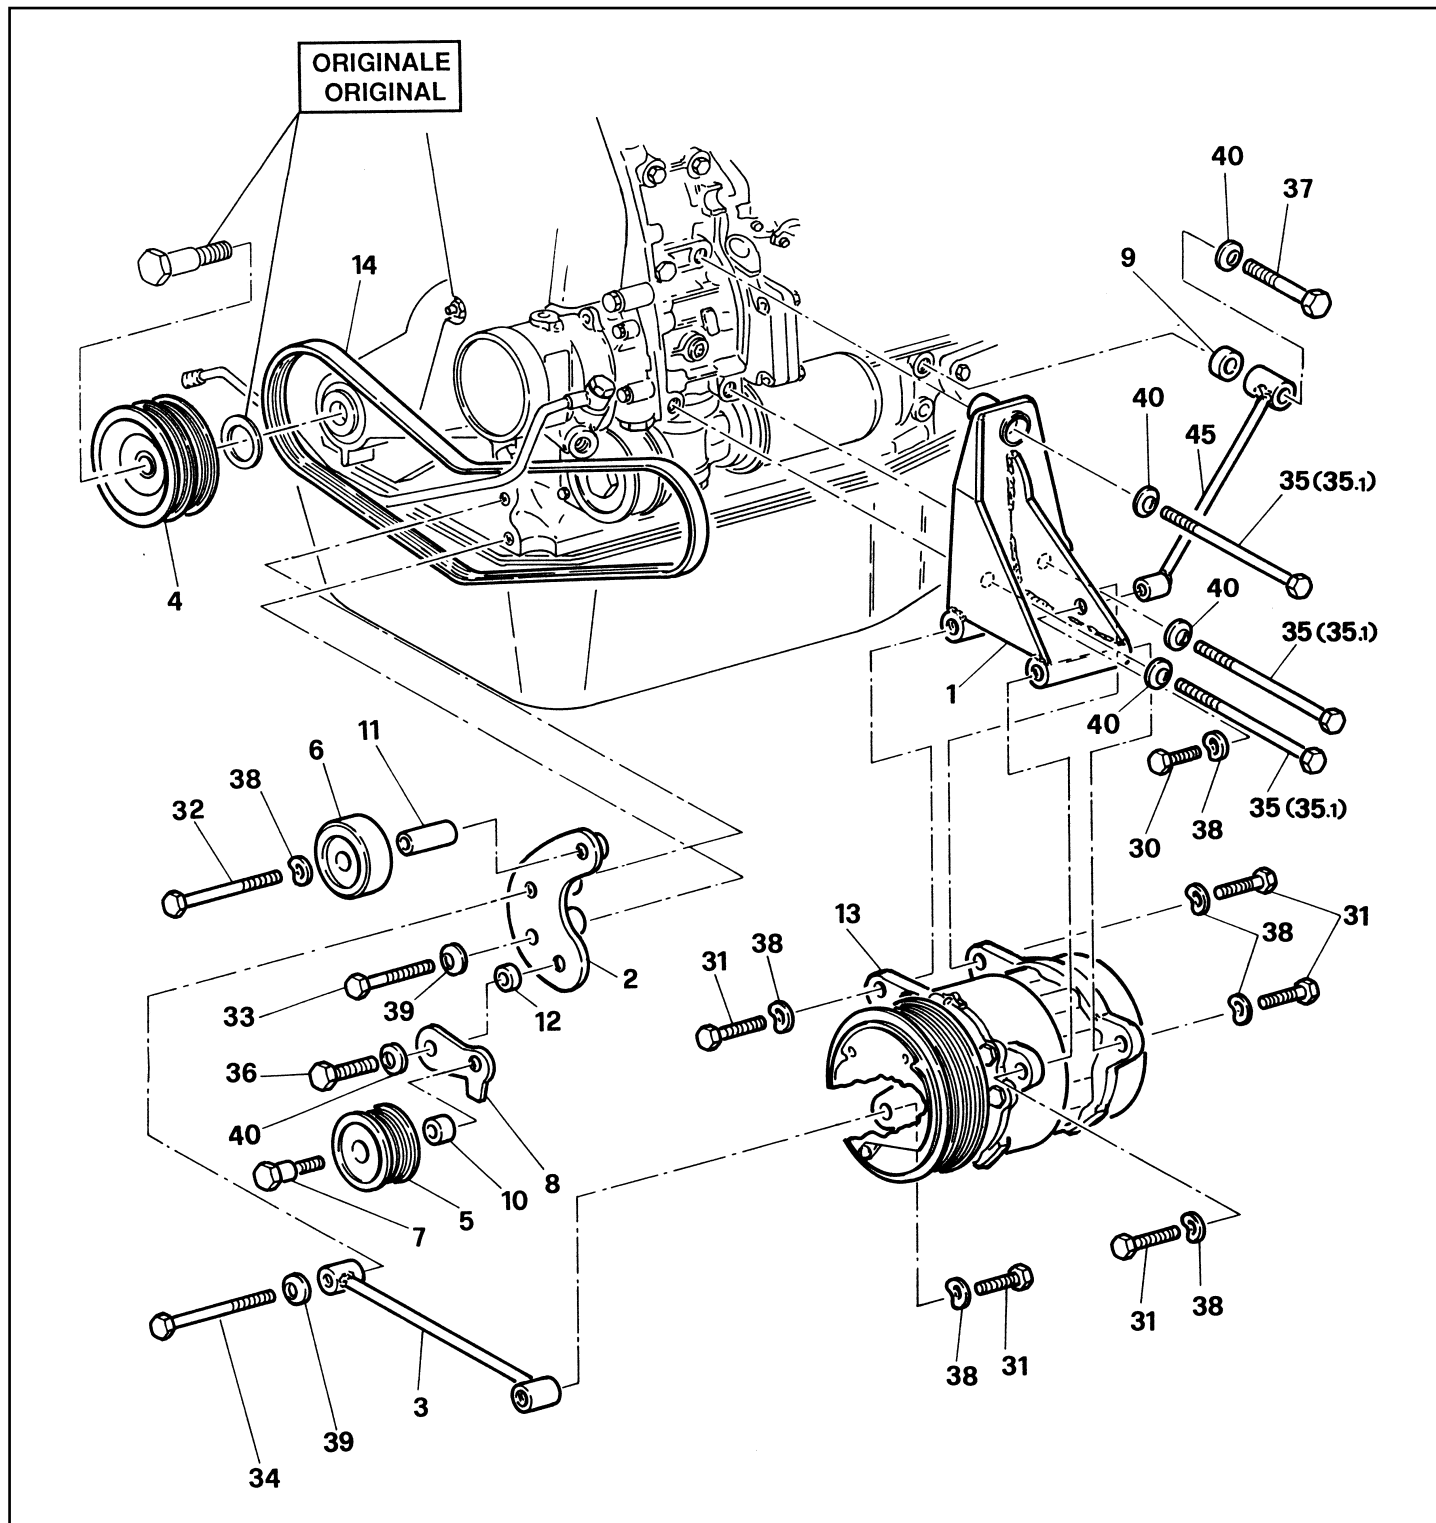

FIG. 8
- I** Montare la piastra supporto compressore «1» fissandola al blocco motore, in corrispondenza dei punti «a-b-c» di fig. 4 mediante viti e rondelle fornite. Montare il tirante «45» fissandolo alla piastra «1» ed al blocco motore (punto «d» di fig. 5) mediante bulloneria fornita (vedi anche figura seguente). Confrontare con schema riassuntivo di fig. 8.
- F** Monter la plaque de support compresseur «1» en la fixant au bloc moteur, en correspondance des points «a-b-c» de la fig. 4, à l'aide de la vis et de la rondelles fournies. Monter le tirant «45» en le fixant à la plaque «1» et au bloc moteur (point «d» de la fig. 5), à l'aide de la boulonnerie fournie (voir également la figure suivante). Comparer avec le schéma récapitulatif de la fig. 8.
- GB** Mount the compressor support plate «1» and secure it to the engine block at points «a-b-c» in Fig. 4. Secure with the screws and washers provided. Install the tie-rod «45» and secure it to plate «1» and to the engine block (at point «d» in Fig. 5). Secure with the nuts and bolts provided (also see the following figure). Also see the diagram in Fig. 8.
- D** Kompressorträger «1» einbauen und am Motorblock in Übereinstimmung der Punkte «a-b-c» der Abb. 4 mit Schraube und U-Scheibe befestigen. Stütze «45» einbauen und an Träger «1» und an Motorblock (Punkt «d» der Abb. 5) mit geliefertem Schraubensatz befestigen (siehe auch folgende Abbildung). Mit Schaltschema der Abb. 8 vergleichen.
- E** Montar la placa soporte compresor «1» fijándola al bloque motor en correspondencia con los puntos «a-b-c» de fig. 4 mediante tornillos y arandelas abastecidas. Montar el tirante «45» fijándolo a la placa «1» y al bloque motor (punto «d» de fig. 5) mediante tornillería abastecida (ver también figura siguiente). Comparar con esquema resumido de fig. 8.
- I** Fissare il compressore «13» alla piastra «1» mediante bulloneria fornita (confrontare con schema riassuntivo di fig. 8 e con figure seguenti). Raccordare la cinghia di trasmissione fornita «14» al compressore.
- F** Fixer le compresseur «13» à la plaque «1», à l'aide de la boulonnerie fournie (comparer avec le schéma récapitulatif de la fig. 8 et des figures suivantes). Raccorder la courroie de transmission fournie «14» au compresseur.
- GB** Secure the compressor «13» to plate «1» using the nuts and bolts provided (also see the diagram in Fig. 8 and the following figure). Hook up the supplied transmission belt «14» to the compressor.
- D** Kompressor «13» an Träger «1» mit geliefertem Schraubensatz befestigen (mit Schaltschema der Abb. 8 und den folgenden Abbildungen vergleichen). Antriebsriemen «14» an Kompressor anschließen.
- E** Fijar el compresor «13» a la placa «1» mediante tornillería abastecida (comparar con esquema resumido de fig. 8 y con figuras siguientes). Empalmar la correa de transmisión abastecida «14» al compresor.
- Confrontare con schema riassuntivo di fig. 8.
Comparer avec le schéma récapitulatif de la fig. 8.
See diagram in Fig. 8.
Mit dem Schaltschema der Abb. 8 vergleichen.
Comparar con esquema resumido de fig. 8.
**Confrontare con schema riassuntivo di fig. 8 e figura seguente.**
**Comparer avec le schéma récapitulatif de la fig. 8 et de la figure suivante.**
**See diagram in Fig. 8 and the following figure.**
**Confrontar con esquema resumido de fig. 8 y figura siguiente.**